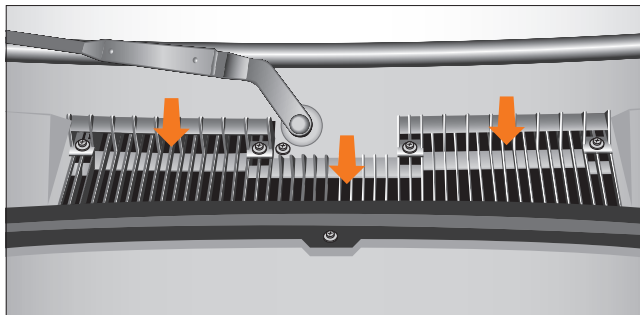

Рис. 54. Воздухозаборник
**Воздухозаборник отопителя** (рис. 54). Воздухозаборные отверстия должны быть свободны для поступления воздуха, при необходимости удалить листву, грязь или снег. Воздушный фильтр установлен в коробке воздухозаборника отопителя, который очищает поступающий в салон воздух от пыли, копоти, пыльцы растений и т.д. Замена фильтрующего элемента производится в соответствии с графиком регламентных работ, в условиях повышенной запылённости — по необходимости.